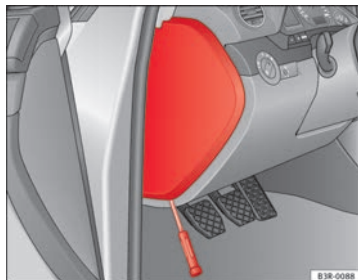

Fig. 203 Tapa de la caja de fusibles en el lado izquierdo del tablero de instrumentos.
- **Abrir:** utilice un destornillador para abrir la tapa de los fusibles ⇒ fig. 203.